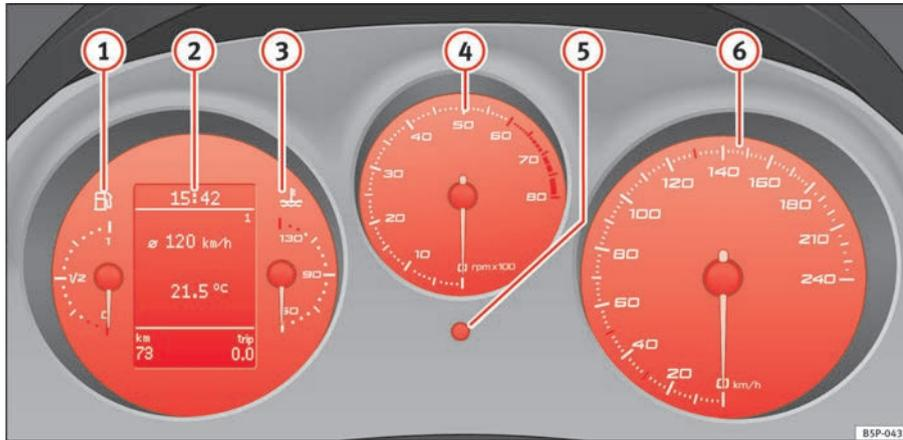

Fig. 33 Détail du tableau de bord : combiné d'instruments
Le début de la zone rouge du compte-tours ⇒ page 59, fig. 33  représente, pour chaque vitesse, le régime maximal autorisé du moteur à sa température normale de fonctionnement. Il est recommandé d'engager la vitesse immédiatement supérieure, d'enclencher le levier sélecteur en position D ou de lever le pied de l'accélérateur avant que l'aiguille n'atteigne cette zone.
- Pour régler les heures, tournez le bouton de réglage ⇒ page 59, fig. 33  vers la droite jusqu'au premier « clic ». Les chiffres des heures clignotent. Pour modifier l'heure, appuyez sur le bouton.
zéro en maintenant appuyé quelques secondes le bouton de remise à zéro ⇒ page 59, fig. 33 (E).